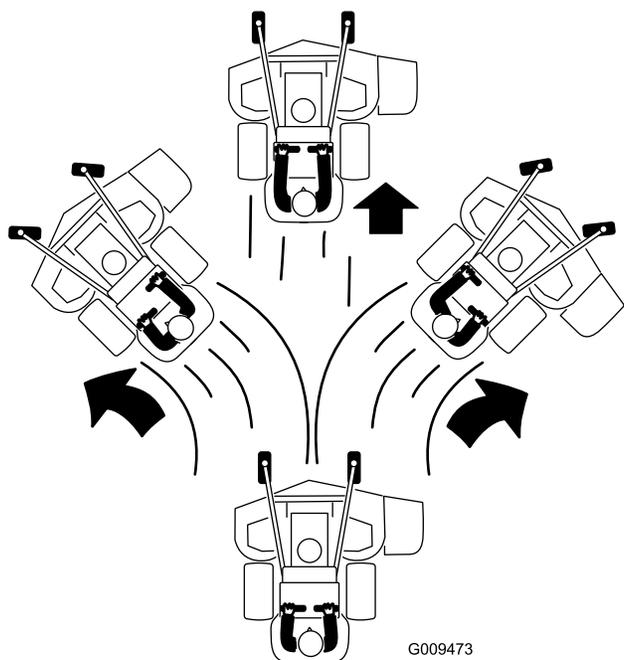

図 22
3. 走行コントロールレバーをゆっくりと前に倒す（図 22）。